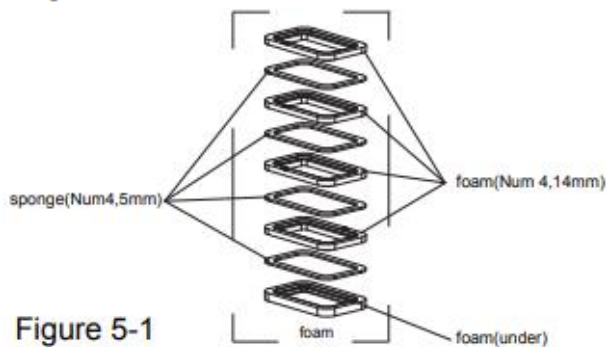

Figure 5-1
5. Montieren Sie vor der Installation der Luftkanalbaugruppe des Innengeräts der Klimaanlage für Wohnmobile die Schaumstoffbaugruppe entsprechend der Dicke des Fahrzeugdachs. Verwenden Sie nach der simulierten Installation eine angemessene Menge an Schwamm und Schaumstoff. Kleben Sie die Schwamm- und Schaumstoffeinheit mit doppelseitigem Klebeband (vom Benutzer vorbereitet) (siehe Abbildung 5-1, Abbildung 5-2)